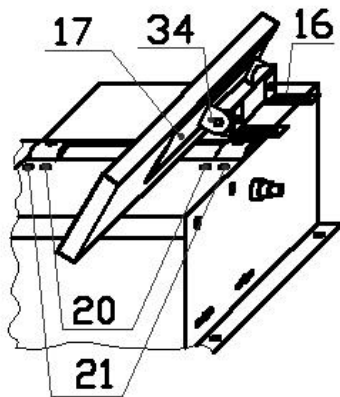

Рис. 6
При пилении на пильный стол (14) устанавливается защитный козырек с разделительным ножом (5). Для регулировки размера пиления и строгания имеются регулировочные уголки (16) с направляющей линейкой (17). Для строгания и пиления под углом используются угловая линейка (34, Рис. 6, 9) и пильная каретка.